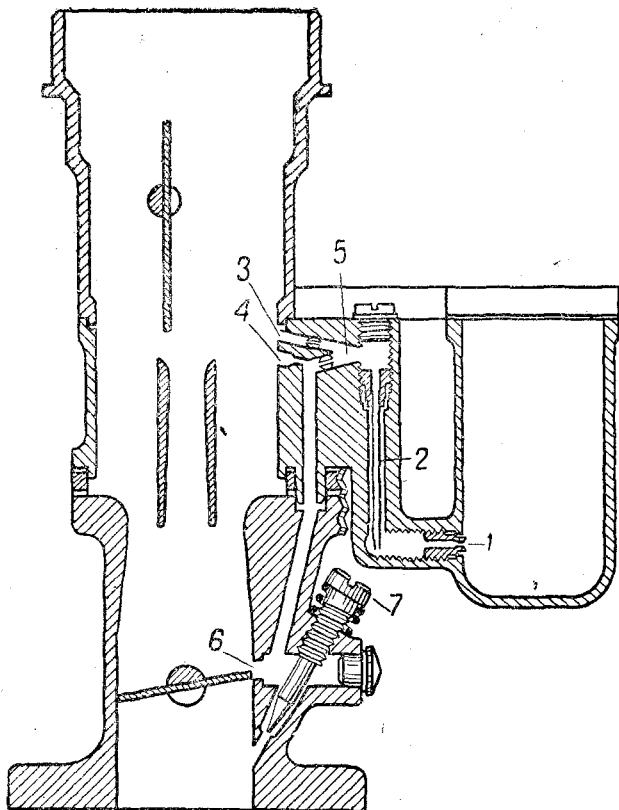

Рис. 12. Система холостого хода карбюратора:
3. Винтом регулировки смеси холостого хода может быть изменено качество смеси, подающейся через систему холостого хода (рис. 12).
б) Завернуть доотказа регулировочный винт 7 (рис. 12) холостого хода и отпустить его на 1—1½ оборота.